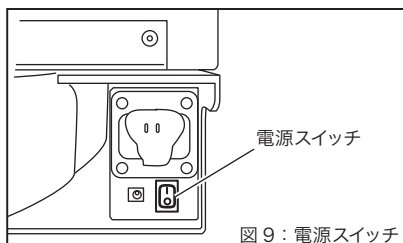

図9：電源スイッチ
### 2. 電源スイッチを「I」側 (ON) にします。(図9)